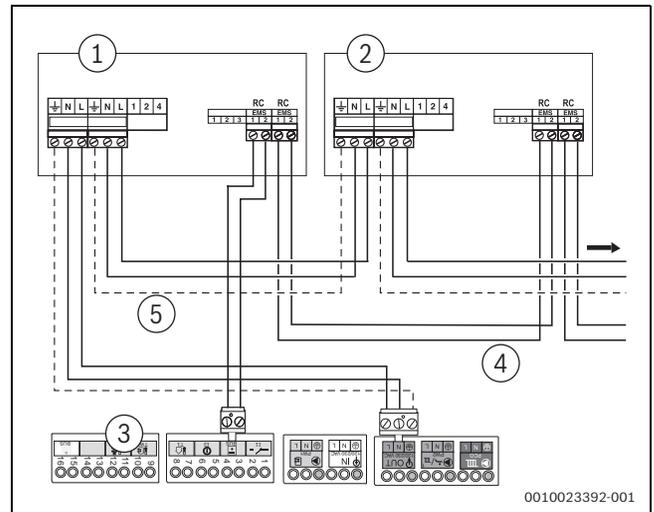

Fig. 50 Raccordement de plusieurs modules de fonction
- ▶ Utiliser le raccord bus EMS du premier module pour le second module. Pour cela, utiliser le câble joint au module (→ fig. 50, [4], page).